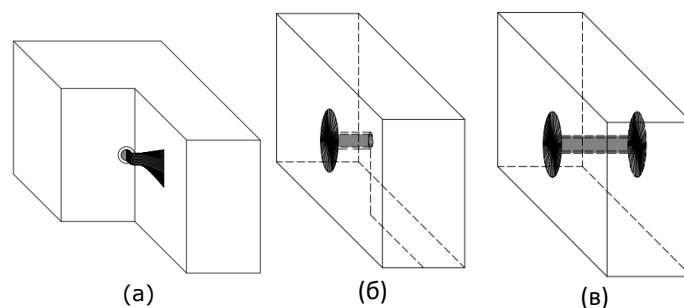

Рисунок 1. Установка анкера Карбон АТ в конструкции
- Анкеровка продольных лент систем внешнего армирования на участках с неравномерными напряжениями и проходах ленты через внутренний угол в 90° см (рис.1а).
Для установки углеродного анкерного жгута **КТкарбон АТ** необходимо высверлить отверстие диаметром на 3-6 мм более диаметра жгута и глубиной, согласно проектному решению, но не менее 100 мм (рис. 16). Края отверстия должны быть скруглены радиусом 1-2 см, чтобы избежать повреждения волокна анкерного жгута в ходе установки. Если жгут устанавливается сквозь основание (рис. 1в), то отверстие должно быть высверлено с обеих сторон, кромка отверстий также должна быть скруглена. Подготовленное отверстие должно быть тщательно очищено от пыли и любых непрочных участков.